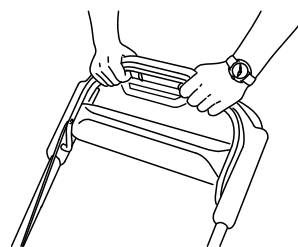

Figuur 22
1. Trek de vergrendeling van de mesbedieningsstang achteruit naar de mesbedieningsstang (Figuur 22).
2. Trek **langzaam** de mesbedieningsstang achteruit naar de handgreep (Figuur 22).